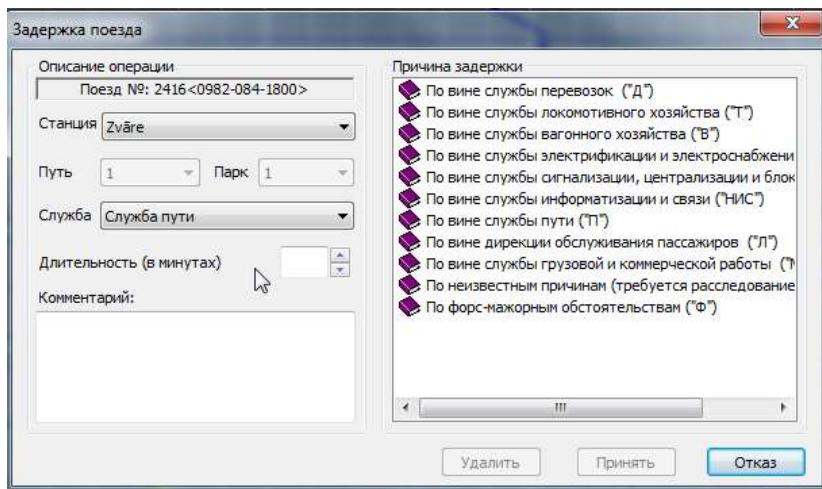

Рис.203. Окно «Задержка поезда». Выбор станции.
2. Выбрать пункт меню «Задержка поезда на станции». В появившемся окне «Задержка поезда» выбрать станцию, на которой произошла задержка (см. рис. 203). В выпадающем списке в поле «Станция» отображаются только те станции, на которых выбранная нить имеет стоянку. В полях «Парк» и «Путь» указаны парк и путь стоянки поезда на выбранной станции.